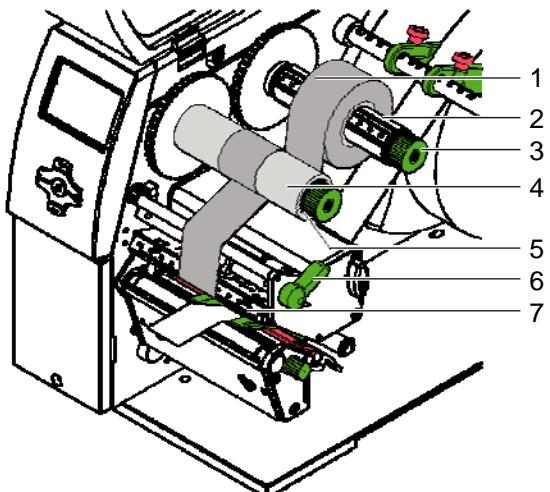

图 10 碳带安装
8. 将碳带放在回收轴中间，并以胶带固定，并确认碳带回收轴的安装方向与图10相同；